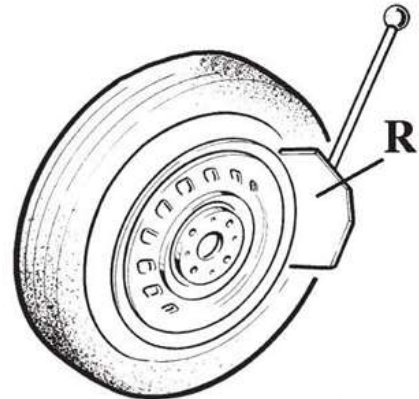

Fig. 4-3-2
- Appuyer sur la pédale (U) pour activer le décolle-talon et la relâcher lorsque la lame a atteint la fin de sa course ou dès que le talon est décollé (voir Fig. 4-3-2)